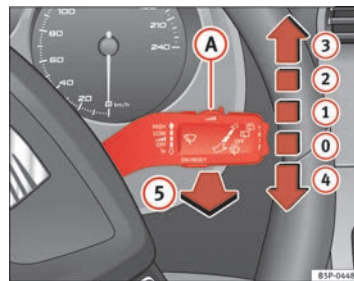

Abb. 85 Scheibenwischer- und Scheibenwascherhebel
Der Scheibenwischerhebel ⇒ Abb. 85 hat folgende Stellungen:
- Wenn bei eingeschalteter Wischerstufe \Rightarrow Seite 127, Abb. 85 ② oder ③ das Fahrzeug anhält, wird automatisch auf die nächste Stufe heruntergeschaltet. Fährt das Fahrzeug wieder an, wird erneut auf die eingestellte Wischerstufe hochgeschaltet.